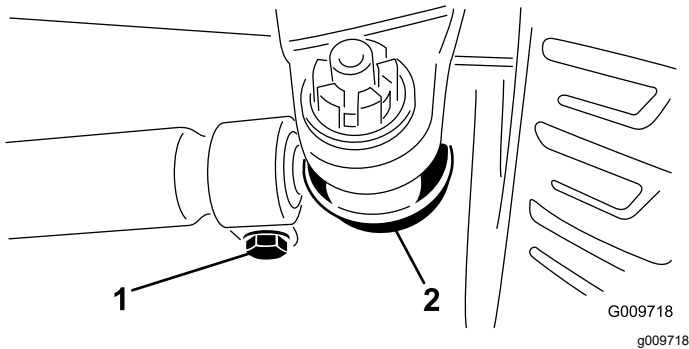

Figura 98
3. Para ajustar o alinhamento, remova o contrapino e a porca de cada uma das rótulas da barra de ligação (Figura 98).
5. Desaperte as abraçadeiras que estão em ambas as extremidades das barras de ligação (Figura 98).